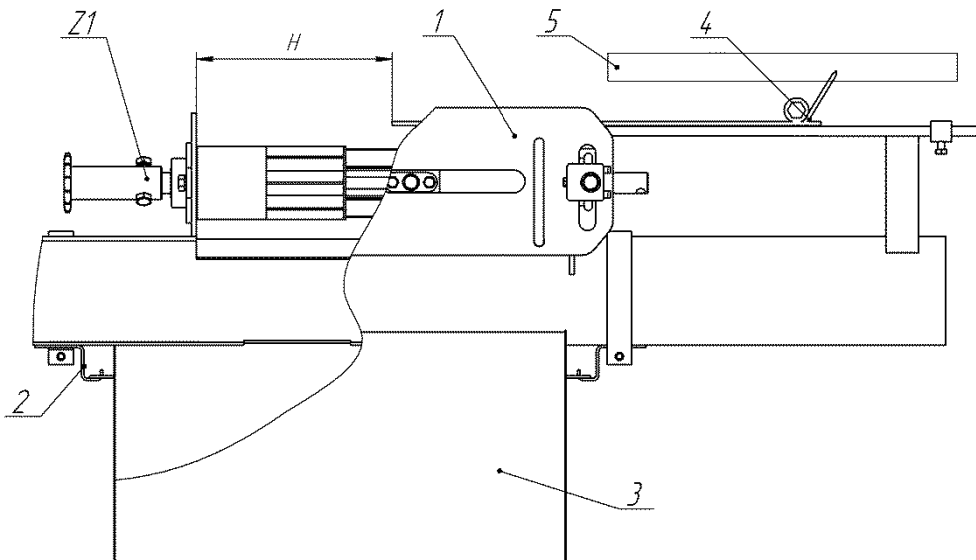

Рис.6 Подготовка к настройке нормы высева
4.7.Открывать шиберные задвижки поз.4 рис.6 выгрузных окон отсеков бункера при работе высевающего аппарата следует на размер $H=280-300$ мм.
4.8.На внутренние концы валов высевающих аппаратов установить звездочки Z1 рис.6.